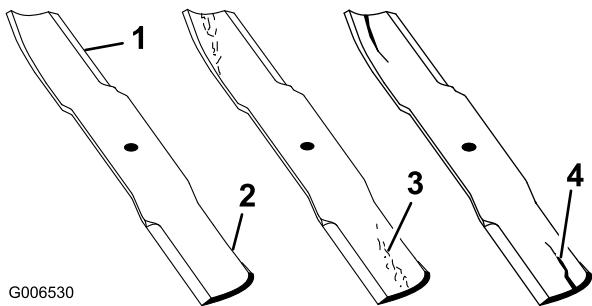

Bild 61
- Untersuchen Sie die Schnittkanten (Bild 61). Entfernen und schärfen Sie die Messer, wenn die Schnittkanten nicht scharf sind oder Auskerbungen aufweisen. Siehe „Schärfen der Messer“.
- Prüfen Sie die Schnittmesser, insbesondere den gebogenen Bereich (Bild 61). Wenn Sie Schäden, Verschleiß oder Rillenbildung in diesem Bereich feststellen (Bild 61), sollten Sie sofort ein neues Schnittmesser einbauen.